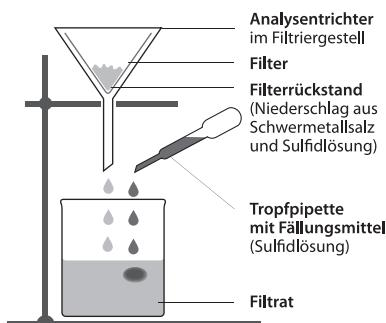

Abb. 1.6 Überprüfung des Filtrates auf Vollständigkeit der Fällung.
- 6) Prüfen Sie das Filtrat durch erneute Zugabe einiger Tropfen Sulfidlösung auf Vollständigkeit der Schwermetallsalzausfällung (Abb. 1.6): Wenn kein neuer Niederschlag entsteht, ist die Lösung frei von Schwermetallsalzen.